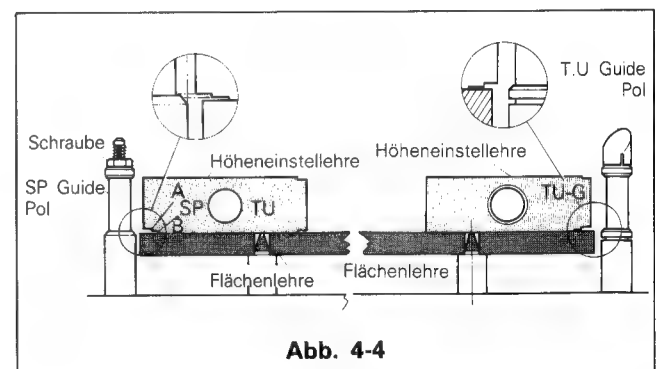

Abb. 4-4
2. Der Ausschnitt zwischen ① und ② an der Höheneinstellehre gibt die Höhe der Unterkante der Umlenkrolle an. Siehe Abb. 4-4.